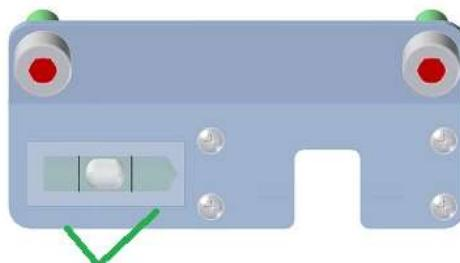

Fig. 3: Ajuste da posição através do nível de bolha de ar
- Ajustar a posição vertical da haste do pêndulo com os parafusos de ajuste na placa de suporte de forma que a bolha do nível esteja centrada (vide Fig. 3).